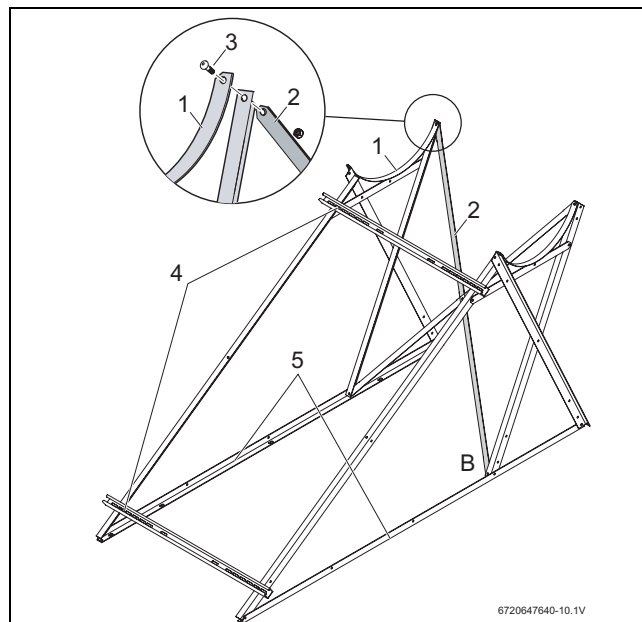

Fig. 16 Atornillar los perfiles de cubierta plana/tejado inclinado
- y el segundo soporte trasero (→ Fig. 16, [2]) desde arriba atrás a la izquierda hacia abajo delante a la derecha (→ Fig. 16, [B]).
- ▶ Atornillar el perfil cubierta plana/tejado inclinado (→ Fig. 16, [4]) a los perfiles de soporte del captador por arriba, por abajo y por el centro.
- ▶ Alinear los perfiles de soporte inferiores (→ Fig. 16, [5]) de forma que queden paralelos.